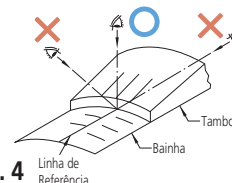

Fig. 4
2. Leia as graduações visto diretamente de cima para evitar erro de paralaxe. (**Fig. 4**)